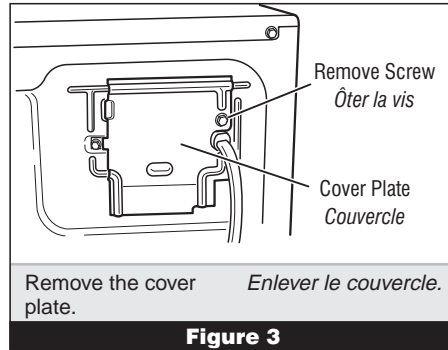

Figure 3
2. Remove the cover plate from the top right corner of the back of the dryer. See figure 3.
2. Enlever le couvercle dans l'angle supérieur droit à l'arrière de la sècheuse. Voir figure 3.
2. Remove the cover plate from the top right corner of the back of the dryer. See figure 3, page 6.
2. Enlever le couvercle dans l'angle supérieur droit à l'arrière de la sècheuse. Voir figure 3, page 6.